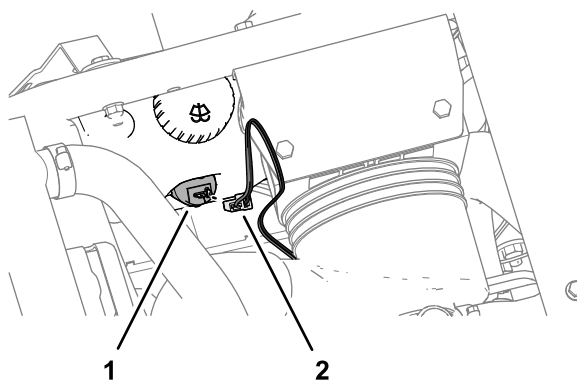
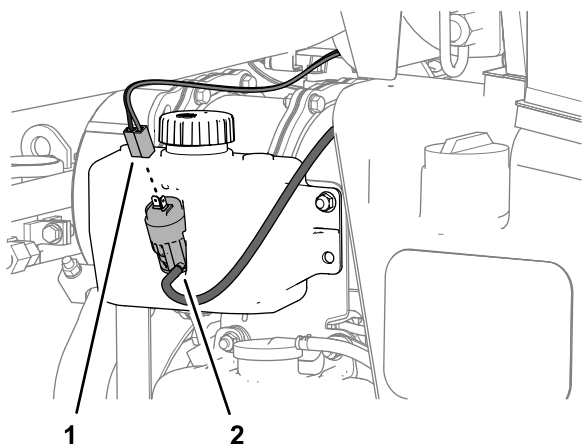

Figura 10
Figura 11
5. Encaminhe a cablagem da alimentação com o conector de duas tomadas e fios preto e azul para a bomba do depósito de líquido de lavagem (Figura 10 ou Figura 11).